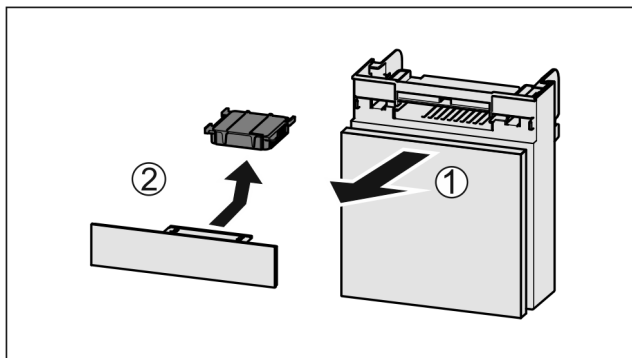

Fig. 202
- Predal izvlecite Fig. 202 (1) naprej.
- Odstranite Fig. 202 (2) aktivni ogljeni filter.